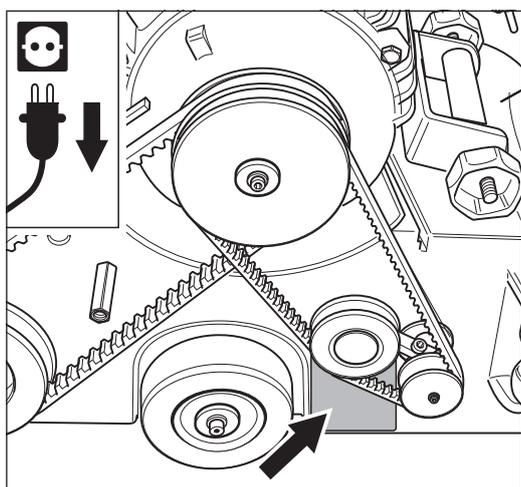
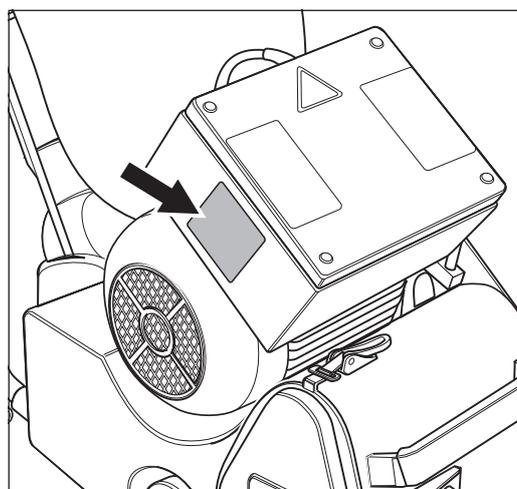
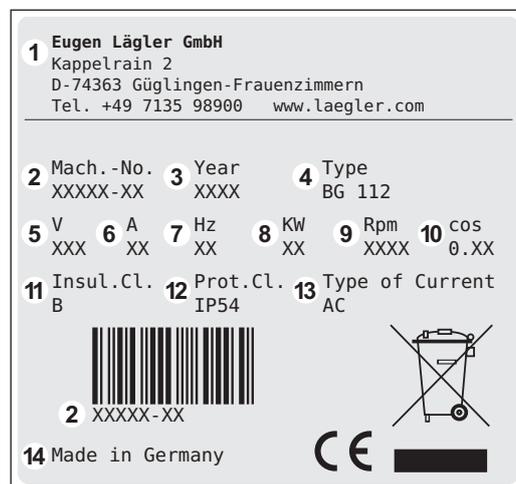

Abb. 3 Maschinen-Typenschild am Maschinengehäuse unterhalb des Keilriemenspanners.
Abb. 6 Motor-Typenschild am Schaltkasten.
Abb. 7 Angaben auf dem Typenschild (siehe Haupttext).
- 4 Das Maschinen-Typenschild befindet sich seitlich am Maschinengehäuse unterhalb des Keilriemenspanners (Abb. 3).
Das Motor-Typenschild der HUMMEL® befindet sich seitlich am Schaltkasten des Motors (Abb. 6). Darauf sind folgende technische Daten des Motors angegeben (Abb. 7):
Seriennummer	siehe Typenschild (Abb. 3, Abb. 6)
Baujahr	siehe Typenschild (Abb. 3, Abb. 6)